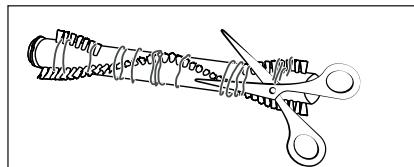

Fig. 26
- 4) Corte los hilos y pelos enganchados a lo largo de las cerdas del rodillo de cepillos ⑩ con unas tijeras (consulte la fig. 26). Retire los hilos y pelos del rodillo de cepillos ⑩.